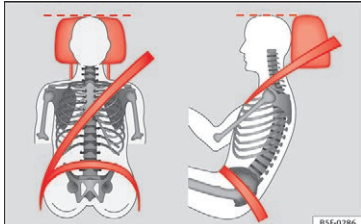

Fig. 79 Korrekt indstillet hovedstøtte set forfra og fra siden
- Indstil hovedstøtterne, så hovedstøttens øverste kant er på højde med den øverste del af hovedet, men ikke lavere end øjenhøjden » Fig. 79.